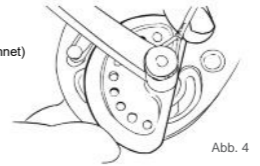

Abb. 4
3. Richten Sie das gewünschte Positionslöcher des inneren Nockenmoduls mit der Bezeichnung AI (Abb. 3) mit dem Loch an der äußeren Cam aus (Abb. 4). Setzen Sie die Modulschraube in das gewünschte Positionslöcher ein und ziehen Sie sie fest. (Abb. 5).